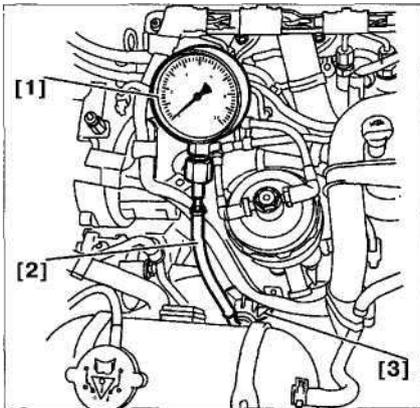

Рис. 7.27. Установите переходник [3] на место масляного фильтра. Присоедините манометр [1] и трубку [2] к переходнику [3].
4. Установите переходник [3] на место масляного фильтра (рис. 7.27). Присоедините манометр [1] и трубку [2] к переходнику [3].